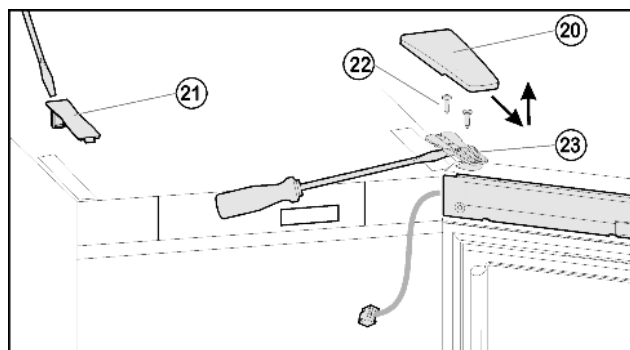
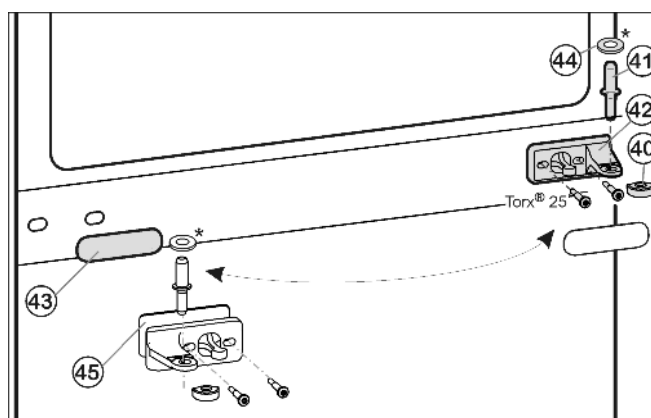
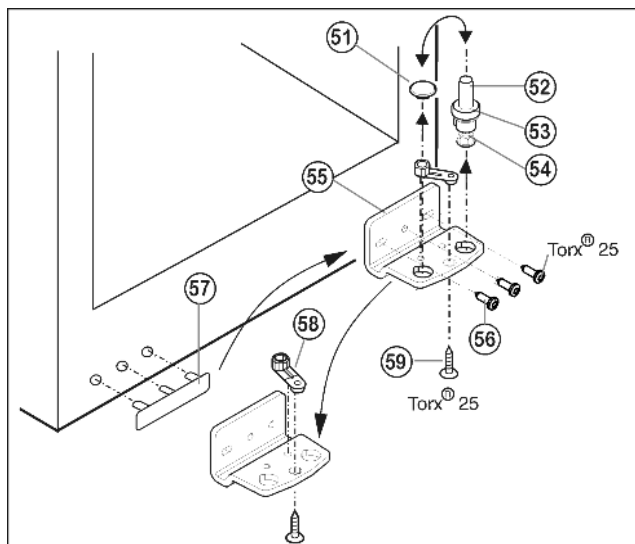

Fig. 6
Fig. 7
Fig. 8
- Крышку Fig. 6 (20) снимите движением вперед и вверх
- Снимите крышку Fig. 6 (21).
- Полностью выверните винты Fig. 6 (22).
- Снимите дверцу вместе с опорным кронштейном Fig. 6 (23) и кабелем вверх. Для снятия, возможно, понадобится осторожно подцепить опорный кронштейн снизу шлицевой отвёрткой.
- Вытащите из опорного кронштейна и нижней дверцы средний опорный палец Fig. 7 (41).
- Снимите пластмассовый колпачок Fig. 7 (40).
- Открутите средний опорный кронштейн Fig. 7 (42) (2 шт. Torx® 25).
- Осторожно снимите накладку Fig. 7 (43).
- ▶ Прикрутите средний опорный кронштейн Fig. 7 (42) с подкладкой Fig. 7 (45) с поворотом на 180° на новую сторону шарнира (с моментом 4 Нм).
- ▶ Защелкните накладку Fig. 7 (43), повернув на 180°, на стороне, где теперь будет ручка.
- ▶ Извлеките опорный винт Fig. 8 (52) в комплекте с шайбой Fig. 8 (53) и регулируемой опорой Fig. 8 (54), вытягивая его вверх.
- ▶ Снимите пробку Fig. 8 (51).
- ▶ Открутите Fig. 8 (56) опорный кронштейн Fig. 8 (55).
- ▶ Открутите Fig. 8 (59) опорную деталь Fig. 8 (58) и, переставив в отверстие на противоположной стороне опорного кронштейна, снова прикрутите.
- ▶ Осторожно снимите и переставьте на противоположную сторону крышку со стороны ручки Fig. 8 (57).
- ▶ Снова прикрутите опорный кронштейн Fig. 8 (55) на новой стороне шарнира (с моментом 4 Нм). При необходимости используйте аккумуляторный шуруповерт.
- ▶ Переставьте пробку Fig. 8 (51) в свободное отверстие.
- ▶ Вновь установите опорный винт Fig. 8 (52) в комплекте с шайбой и регулируемой опорой. При этом фиксатор должен быть направлен назад.
- ▶ Установите дверь сверху на опорный палец Fig. 8 (52).
- ▶ Снова наденьте пластмассовый колпачок Fig. 7 (40) на средний опорный кронштейн Fig. 7 (42).
- ▶ Вставьте средний опорный палец Fig. 7 (41) через средний опорный кронштейн Fig. 7 (42) в нижнюю дверцу.
► Установите верхнюю дверцу на средний опорный палец Fig. 7 (41), закройте дверцу и установите верхний опорный кронштейн Fig. 6 (23) так, чтобы он защелкнулся в верхней стороне устройства.
► Закрутите опорный кронштейн Fig. 6 (23) (с усилием 4 Нм). При необходимости просверлите отверстия или используйте аккумуляторную отвертку.
► Защёлкните крышку Fig. 6 (20) и крышку Fig. 6 (21).
► При необходимости выровняйте дверцы через два продольных паза в нижнем опорном кронштейне Fig. 8 (55) и среднем опорном кронштейне Fig. 7 (42) параллельно корпусу устройства. Для этого выкрутите средний винт на нижнем опорном кронштейне Fig. 8 (55).